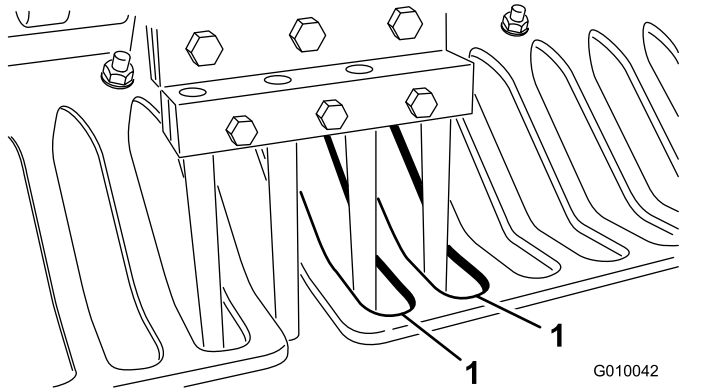

Figura 28
7. Compruebe que los taladros están centrados respecto a las ranuras de los protectores de césped (Figura 28). Ajuste los protectores de césped según sea necesario y apriete las tuercas.